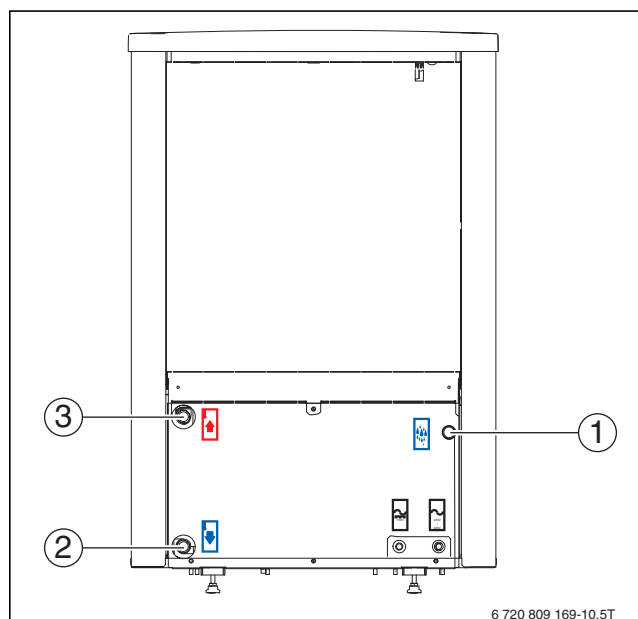

Рис. 14 Подключение теплового насоса. Одинаковое у всех типоразмеров.
- ▶ Установите непосредственно на теплообменнике в обратной линии к теплому насосу фильтр, пригодный для работы на открытом воздухе (→ [2], рис. 14).
- ▶ Подсоедините трубу от входа первичного контура к внутреннему блоку теплового насоса (→ [2], рис. 14).
- ▶ Подсоедините трубу от выхода первичного контура к внутреннему блоку теплового насоса (→ [3], рис. 14).